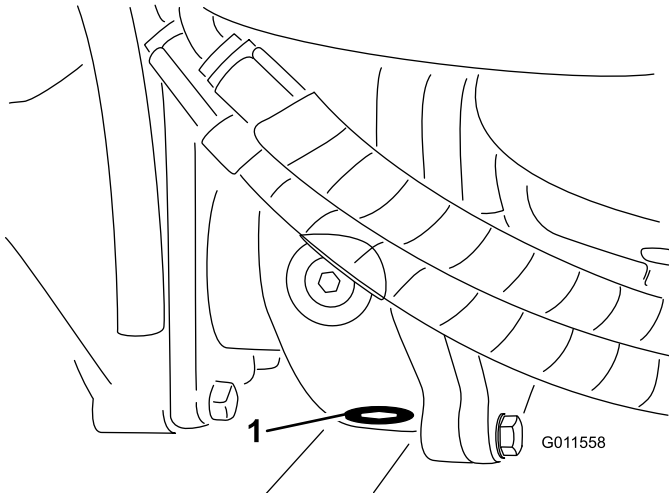

**Bild 63**
2. Reinigen Sie den Bereich um die drei Ablassschrauben, d. h. jeweils eine an beiden Enden und eine in der Mitte (Bild 63).